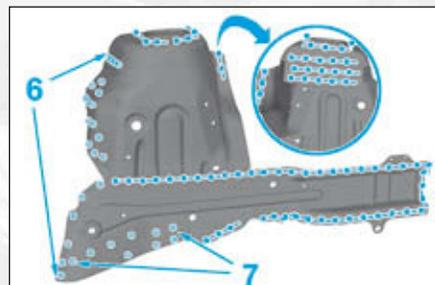

FIG.52
• Préparer les zones d'accostages sur la pièce neuve (Fig.52).
• Percer l'ensemble des points Ø 6,5 mm, en (6) et (7).